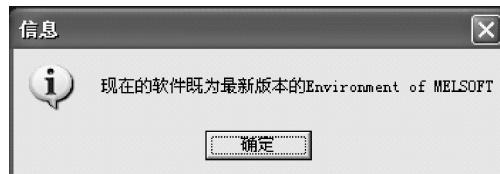

图 2-14 仿真软件使用环境安装完毕的画面
环境安装图标  SETUP，将会出现如图 2-13 所示的画面，数秒后，会出现如图 2-14 所示的“信息”对话框画面，单击对话框里的“确定”按钮，即可完成仿真软件使用环境的安装。
4) 单击“输入产品 ID 号”对话框里的“下一个 (N) >”按钮, 将会出现如图 2-20 所示的选择目标位置画面。然后单击对话框里的“下一个 (N) >”按钮, 会出现类似图 2-11 的软件等待安装过程画面, 数秒后, 软件安装完毕, 会弹出类似图 2-14 的软件安装完毕的画面, 此时只要单击画面中的“确定”按钮, 即可完成仿真运行软件的安装。